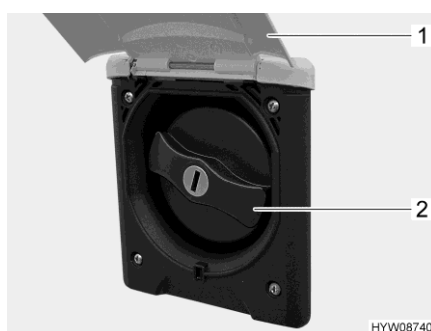

Fig. 201 Couvercle de fermeture
- Basculer le portillon extérieur (Fig. 201,1) vers le haut.
- Tourner le couvercle de fermeture de couleur bleue (Fig. 201,2) d'un quart de tour.